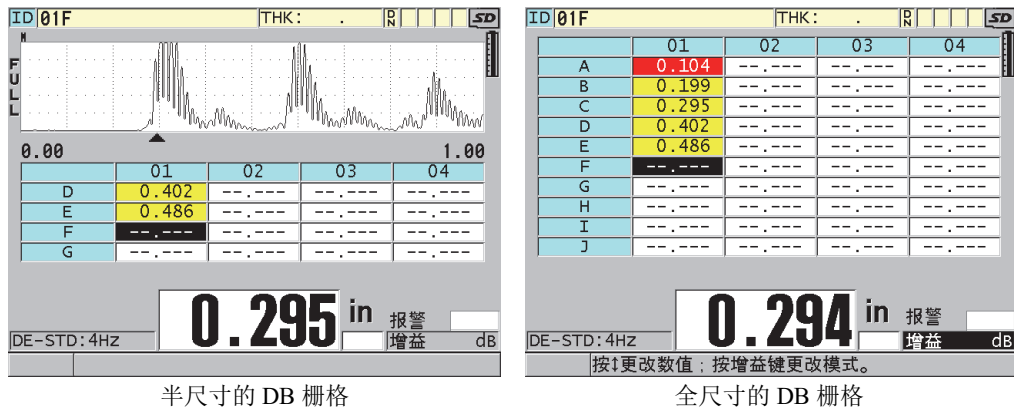

图 10-10 半尺寸和全尺寸的 DB 栅格示例
5. 将**栅格尺寸**设为所需的数据库栅格尺寸选项（参见第 156 页的图 10-10）：